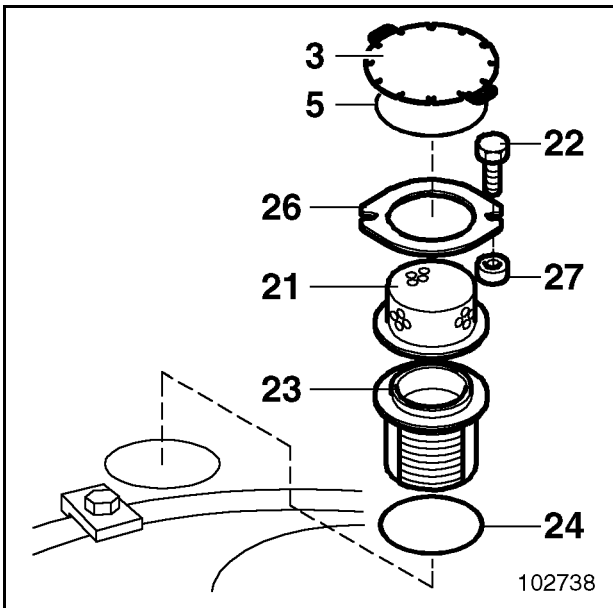

Fig. 3-70:
- Deckel (3, Fig. 3-70:) mit Dichtring (5) abnehmen.
- Schrauben (22) herausdrehen. Bypass-Ventil herausnehmen.
- Sieb (23) mit Dichtring abnehmen und in Waschbenzin oder Petroleum reinigen; ggf. erneuern.
- Dichtring (24) auf Beschädigung prüfen; ggf. erneuern.
- Bypass-Ventil einsetzen und mit Schrauben (22) befestigen.
- Bypass-Ventil mit neuem Sieb (23, Fig. 3-70:) und neuem Dichtring zusammenbauen.
- Bypass-Ventil mit neuem Dichtring (24) einsetzen und mit Schrauben (22) befestigen.